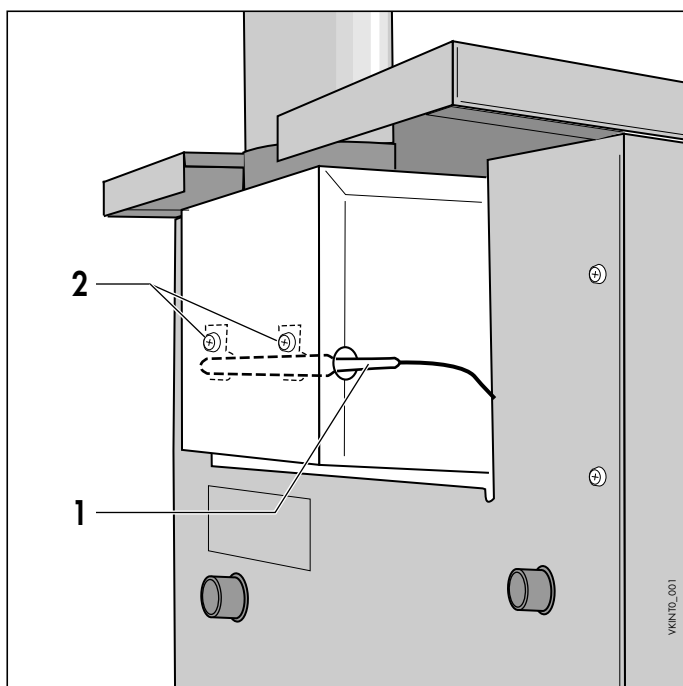

Рис. 6.1 Проверка датчика тяги
Если требуется, чувствительный элемент датчика можно демонтировать, отвернув два винта (2) рис. 6.1 на предохранителе тяги. Важно, чтобы при монтаже чувствительный элемент был установлен точно на прежнее место.